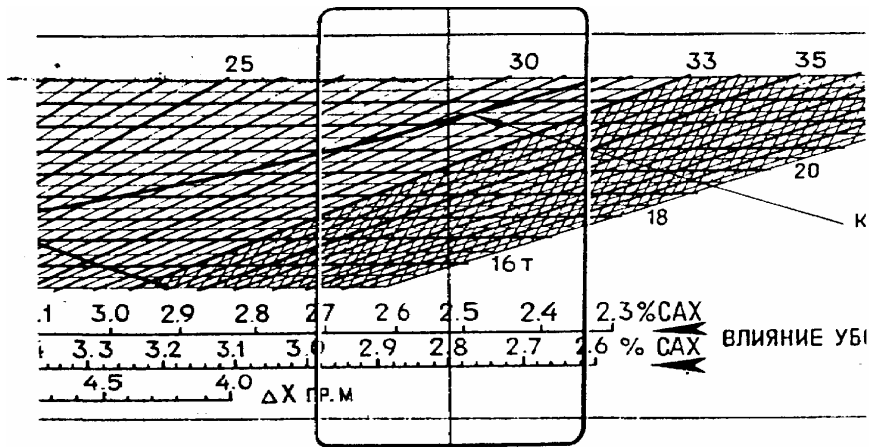

Рис. 2.23. Линейка. Положение "14" движка.
9. При неподвижных движке и бегунке на тыльной стороне линейки по местоположению точки пересечения линии взлетного веса 24000 кгс с визирной линией бегунка определяется взлетная центровка (рис. 2.23)